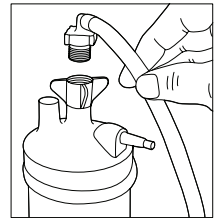

Figura 1
5. Conecte el tubo adaptador de la botella del humidificador a la botella del humidificador girando la tuerca de mariposa de la botella en sentido contrario a las agujas del reloj hasta que quede bien sujeta (consulte la figura 1).